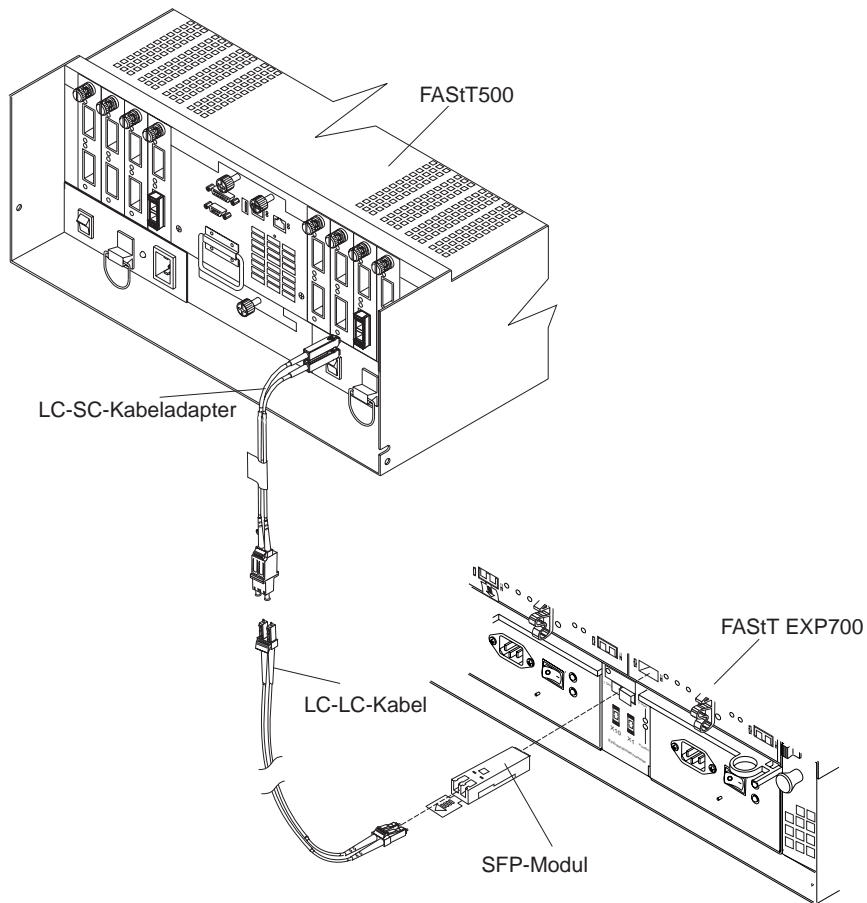

Abbildung 31. FAST500 mit einer FAST EXP700 verbinden
2. Führen Sie mit Hilfe von Abb. 31 auf Seite 38 die folgenden Schritte aus, um die FAStT EXP700 mit einem FAStT500 RAID Controller zu verbinden: